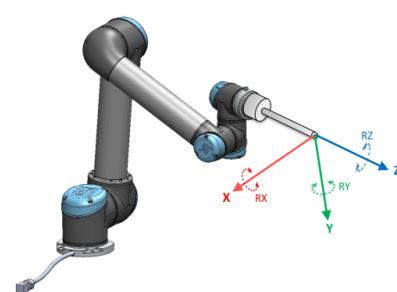

Figura 17.2: Recurso de Ferramenta (TCP)
- O Recurso Ferramenta está localizado com origem no centro do TCP atual (consulte a figura 17.2)